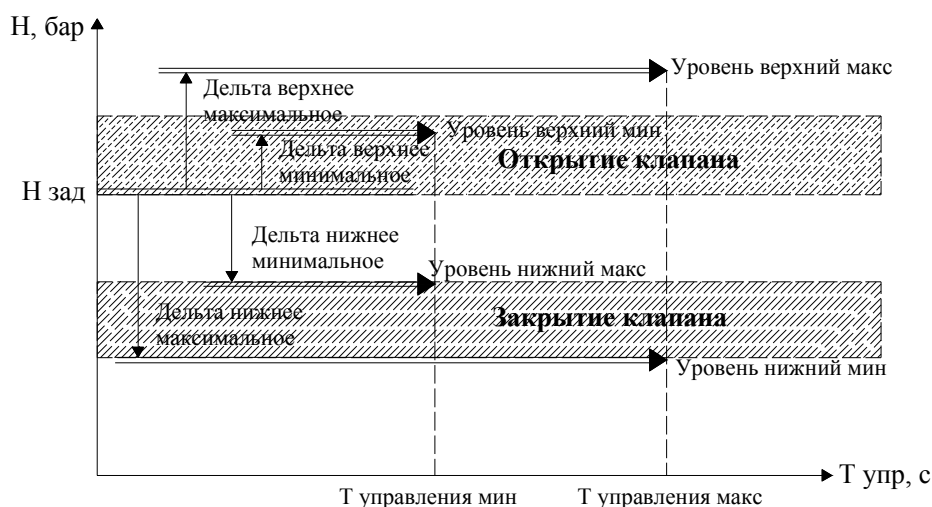

Рис. 2.2П. Алгоритмическая схема управления клапаном
зом, зона  $H_{зад} - \Delta_{мин}$  ниже = (Нижний ур макс) (рис. 2.2п), является нерегулируемой зоной, обеспечивающей устойчивость процесса регулирования.
**Дельта ниже минимальное** (рис. 2.2П) для вычисления максимального нижнего уровня;
**Дельта ниже максимальное** (рис. 2.2П) для вычисления нижнего максимального уровня.